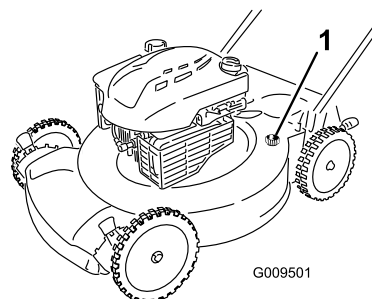

Figura 25
4. Collegate una canna da giardino al rubinetto dell'acqua ed al foro di lavaggio sulla scocca della macchina (Figura 25).